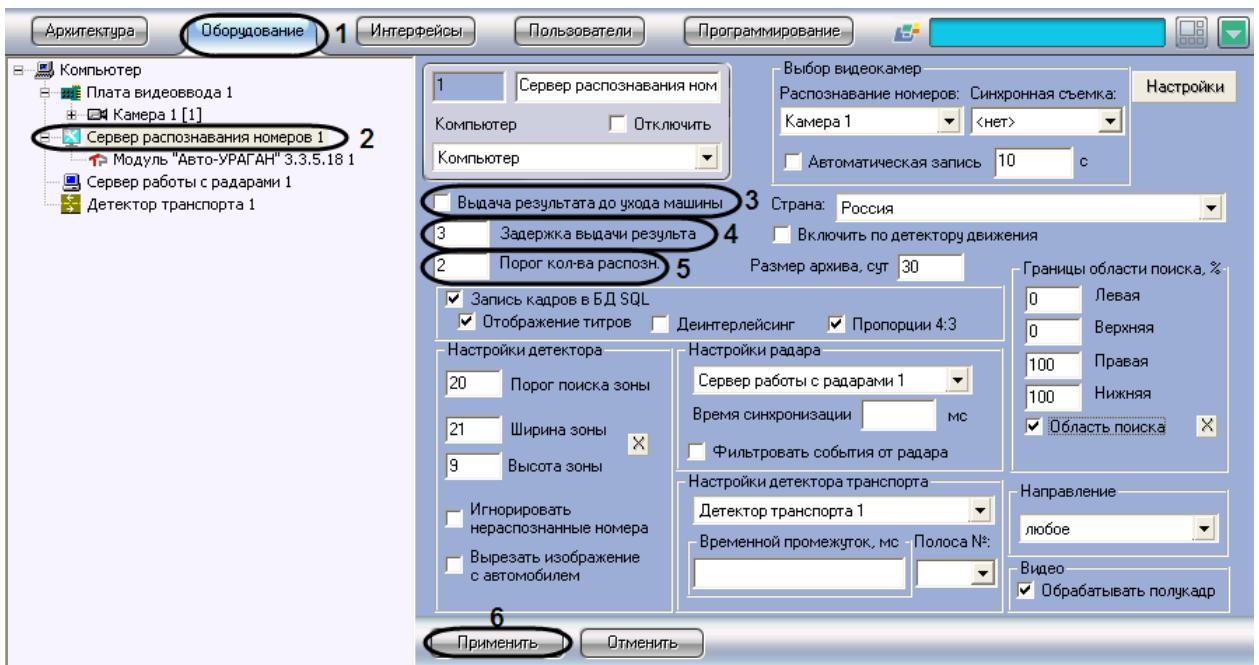

Рис. 7.2—16. Выбор параметров обработки номерного знака
1. В диалоговом окне «Настройка системы» перейти на вкладку «Оборудование» (Рис. 7.2—16, 1).
2. В дереве объектов на вкладке «Оборудование» выбрать объект «Сервер распознавания номеров», соответствующий активированному программному модулю «Авто-УРАГАН 3.3.5.18» (см. раздел «Активация программного модуля, используемого для распознавания номеров», Рис. 7.2—16, 2). В правой части вкладки «Оборудование» отобразится панель настройки выбранного объекта.
3. Установить флажок «Выдача результата до ухода машины» (см. Рис. 7.2—16, 3). В том случае, если флажок «Выдача результата до ухода машины» установлен, результат выдается до реального ухода машины из кадра (номера данной машины из границ поиска номерного знака). В противном случае, окончательный результат выдается только после реального ухода машины из кадра.
4. Задать параметр «Задержка выдачи результ.» (секунды) (см. Рис. 7.2—16, 4). В том случае, если данный параметр задан, результат распознавания будет выдаваться сразу после того, как пройдет промежуток времени, заданный данным параметром. Данный промежуток времени начинает отсчитываться после первого распознавания номерного знака.
Примечание. Данный параметр используется только при установленном флагажке «Выдача результатов до ухода машины» (см. Рис. 7.2—16, 3).
5. Задать параметр «Порог кол-ва распозн.» (см. Рис. 7.2—16, 5). В том случае, если данный параметр задан, результат распознавания будет выдавать сразу после того, как количество надежных распознаваний номерного знака превысит значение данного параметра. Счетчик количества распознаваний является накопительным и не сбрасывается в случае временных потерь данной зоны или неправильных распознаваний.